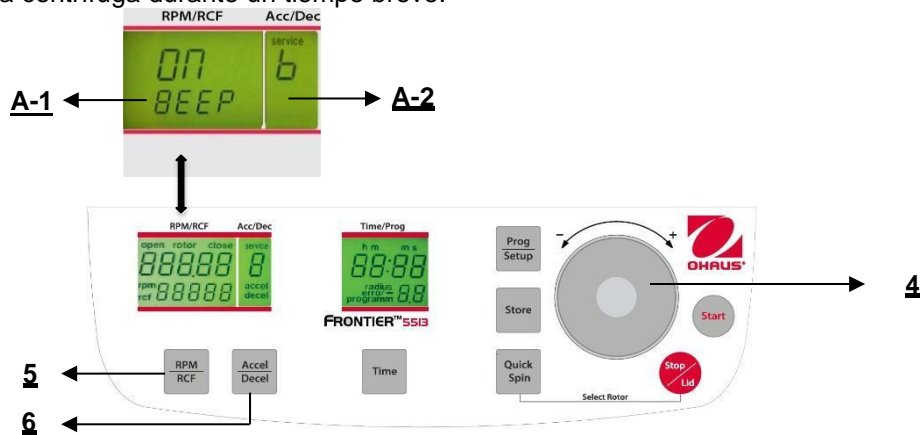

Figura. 31
Proceda como se describe en el punto 4.1.2 para ingresar en este modo de programa y luego presione el botón **"Accel/Decel"** (6). En la pantalla **"Acc/Dec"** (A-2) destella la palabra **"Service"**. Ahora seleccione la letra **"B"** con el dial de ajuste (4). Como resultado, en la pantalla **"RPM/RCF"** (A-1) aparece la palabra **"ON/BEEP"**. Después de presionar el botón **"RPM/RCF"** (5), puede encender el sonido del teclado (On) o apagarlo (Off) con el dial de ajuste (4). (Vea la Figura 31).